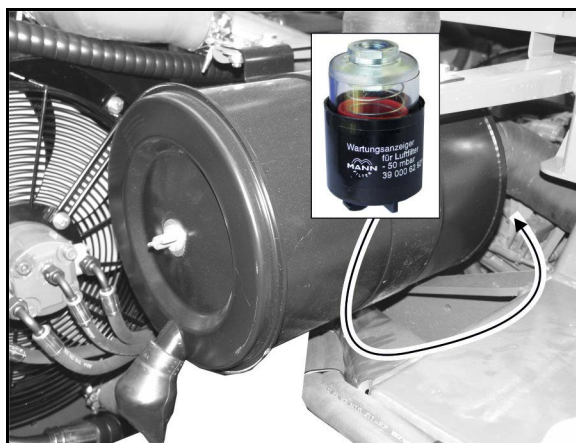

Fig. 164
1. Desserrer les écrous à ailettes du couvercle du filtre (Fig. 164/1).
2. Retirer le couvercle du filtre et desserrer les éléments extérieurs du filtre (Fig. 164/2).
6. Remplacer les éléments intérieurs du filtre chaque année, (Fig. 164/3) (ne jamais les nettoyer).
- o Desserrer l'écrou à six pans (Fig. 164/4) et retirer l'élément intérieur du filtre.